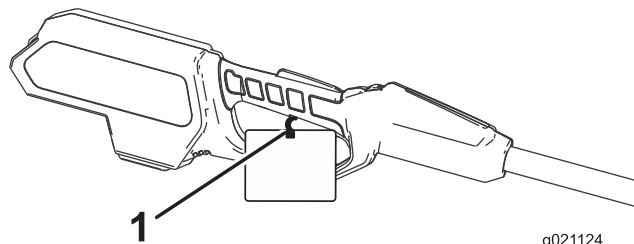

Figure 2
2. Coupez le serre-câble en l'éloignant de vous et enlevez-le de la poignée d'actionnement (Figure 2).